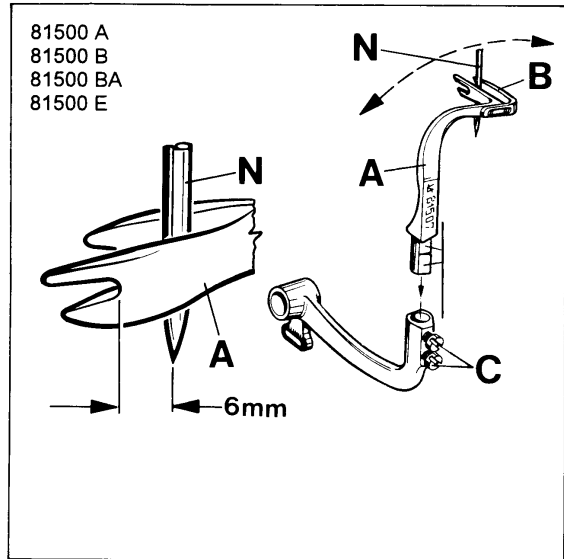

Fig. 11
Before inserting a new upper spreader (A, Fig. 11) remove thread hook (B). This facilitates the visual check of the adjustment.
For adjustment of spreader (A, Fig. 11) with respect to the needle (N), the shank of spreader (A) has two offset flats.
First snug one screw (C, Fig. 11) on the flat of the spreader shank with which the following position of the spreader is reached:
When rotating the handwheel in sewing direction, spreader (A, Fig. 11 A) should pass with its face (D) as close as possible to the front of needle (N), without contacting it. Now tighten the second screw (C, Fig. 11) firmly.
In the extreme left upper end position of spreader (A, Fig. 11) the distance between the bottom of the forked cut-out and the center of needle (N) should be 6 mm (15/64 in.)
Remount thread hook (B, Fig. 11) on spreader (A) and set it so that its tip passes close behind the needle without contacting it (see Fig. 11 A).
Bevor Sie einen neuen oberen Blindgreifer (A, Fig. 11) einsetzen entfernen Sie den Fadenhaken (B). Dies erleichtert die visuelle Prüfung der Einstellung.
Zum Einstellen des Blindgreifers (A, Fig. 11) im Bezug zur Nadel (N) hat der Schaft des Blindgreifers (A) zwei versetzte Befestigungsflächen.
Legen Sie zuerst eine Schraube (C, Fig. 11) auf der Fläche des Blindgreifers an, mit der Sie folgende Stellung des Blindgreifers erhalten:
Beim Drehen des Handrades in Nährichtung muß der Blindgreifer (A, Fig. 11 A) mit seiner Stirnfläche (D) dicht an der Vorderseite der Nadel (N) vorbeigehen, ohne diese zu berühren. Ziehen Sie nun die zweite Schraube (C), Fig. 11) gut an.
In der äußerst linken oberen Endstellung des Blindgreifers (A, Fig. 11) muß der Abstand zwischen der tiefsten Stelle des gabelförmigen Einschnittes und der Nadelmitte (N) 6 mm betragen.
Montieren Sie den Fadenhaken (B, Fig. 11) wieder an den Blindgreifer (A) und stellen Sie ihn so, daß seine Spitze dicht hinter der Nadel vorbeigeht, ohne diese zu berühren (siehe Fig. 11 A).
Preliminary mount the upper looper (A, Fig. 11 B) and the thread hook (B) to the looper shank (S) so that the distance (T) between upper looper and thread hook is as big as possible.
For adjustment of upper looper (A, Fig. 11 B) with respect to the needle (N) the looper shank (S) has two offset flats.
First snug one screw (C, Fig. 11 B) on the flat of looper shank (S) with which the following position of the upper looper is reached:
When rotating the handwheel in operating direction, upper looper (A, Fig. 11 C) should pass with its face (D) as close as possible to the front of needle (N), without contacting it. Now tighten the second screw (C, Fig. 11 B) firmly.
For precise adjustment of upper looper (A, Fig. 11 C) with respect to the needle (N) loosen screws (U) and set the upper looper (A) accordingly.
Simultaneously set the thread hook (B, Fig. 11 C) so that its tip passes close behind the needle (N) without contacting it. Retighten the two screws (U).
Montieren Sie den Obergreifer (A, Fig. 11 B) und den Fadenhaken (B) vorläufig so an den Greiferschaft (S), daß der Abstand (T) zwischen Obergreifer und Fadenhaken so groß wie möglich ist.
Zum Einstellen des Obergreifers (A, Fig. 11 B) im Bezug zur Nadel (N) hat der Greiferschaft (S) zwei versetzte Befestigungsflächen.
Legen Sie zuerst eine Schraube (C, Fig. 11 B) auf der Fläche des Greiferschaftes (S) an mit der Sie folgende Stellung des Obergreifers erhalten:
Beim Drehen des Handrades in Nährichtung muß der Obergreifer (A, Fig. 11 C) mit seiner Stirnfläche (D) dicht an der Vorderseite der Nadel (N) vorbeigehen, ohne diese zu berühren. Ziehen Sie nun die zweite Schraube (C, Fig. 11 B) fest.
Zur Feineinstellung des Obergreifers (A, Fig. 11 C) im Bezug zur Nadel (N) lösen Sie die Schrauben (U) und stellen den Obergreifer (A) entsprechend.
Stellen Sie gleichzeitig den Fadenhaken (B, Fig. 11 C) so, daß seine Spitze dicht hinter der Nadel (N) vorbeigeht, ohne diese zu berühren. Ziehen Sie die zwei Schrauben (U) wieder an.
In the extreme left upper end position of upper looper (A, Fig. 11 B), the distance between the left edge of looper eye and the center of needle (N) should be 6 mm (15/64 in.)
In der äußerst linken oberen Endstellung des Obergreifers (A, Fig. 11 B) muß der Abstand zwischen der linken Kante des Greiferrohrs und der Nadelmittle (N) 6 mm betragen.